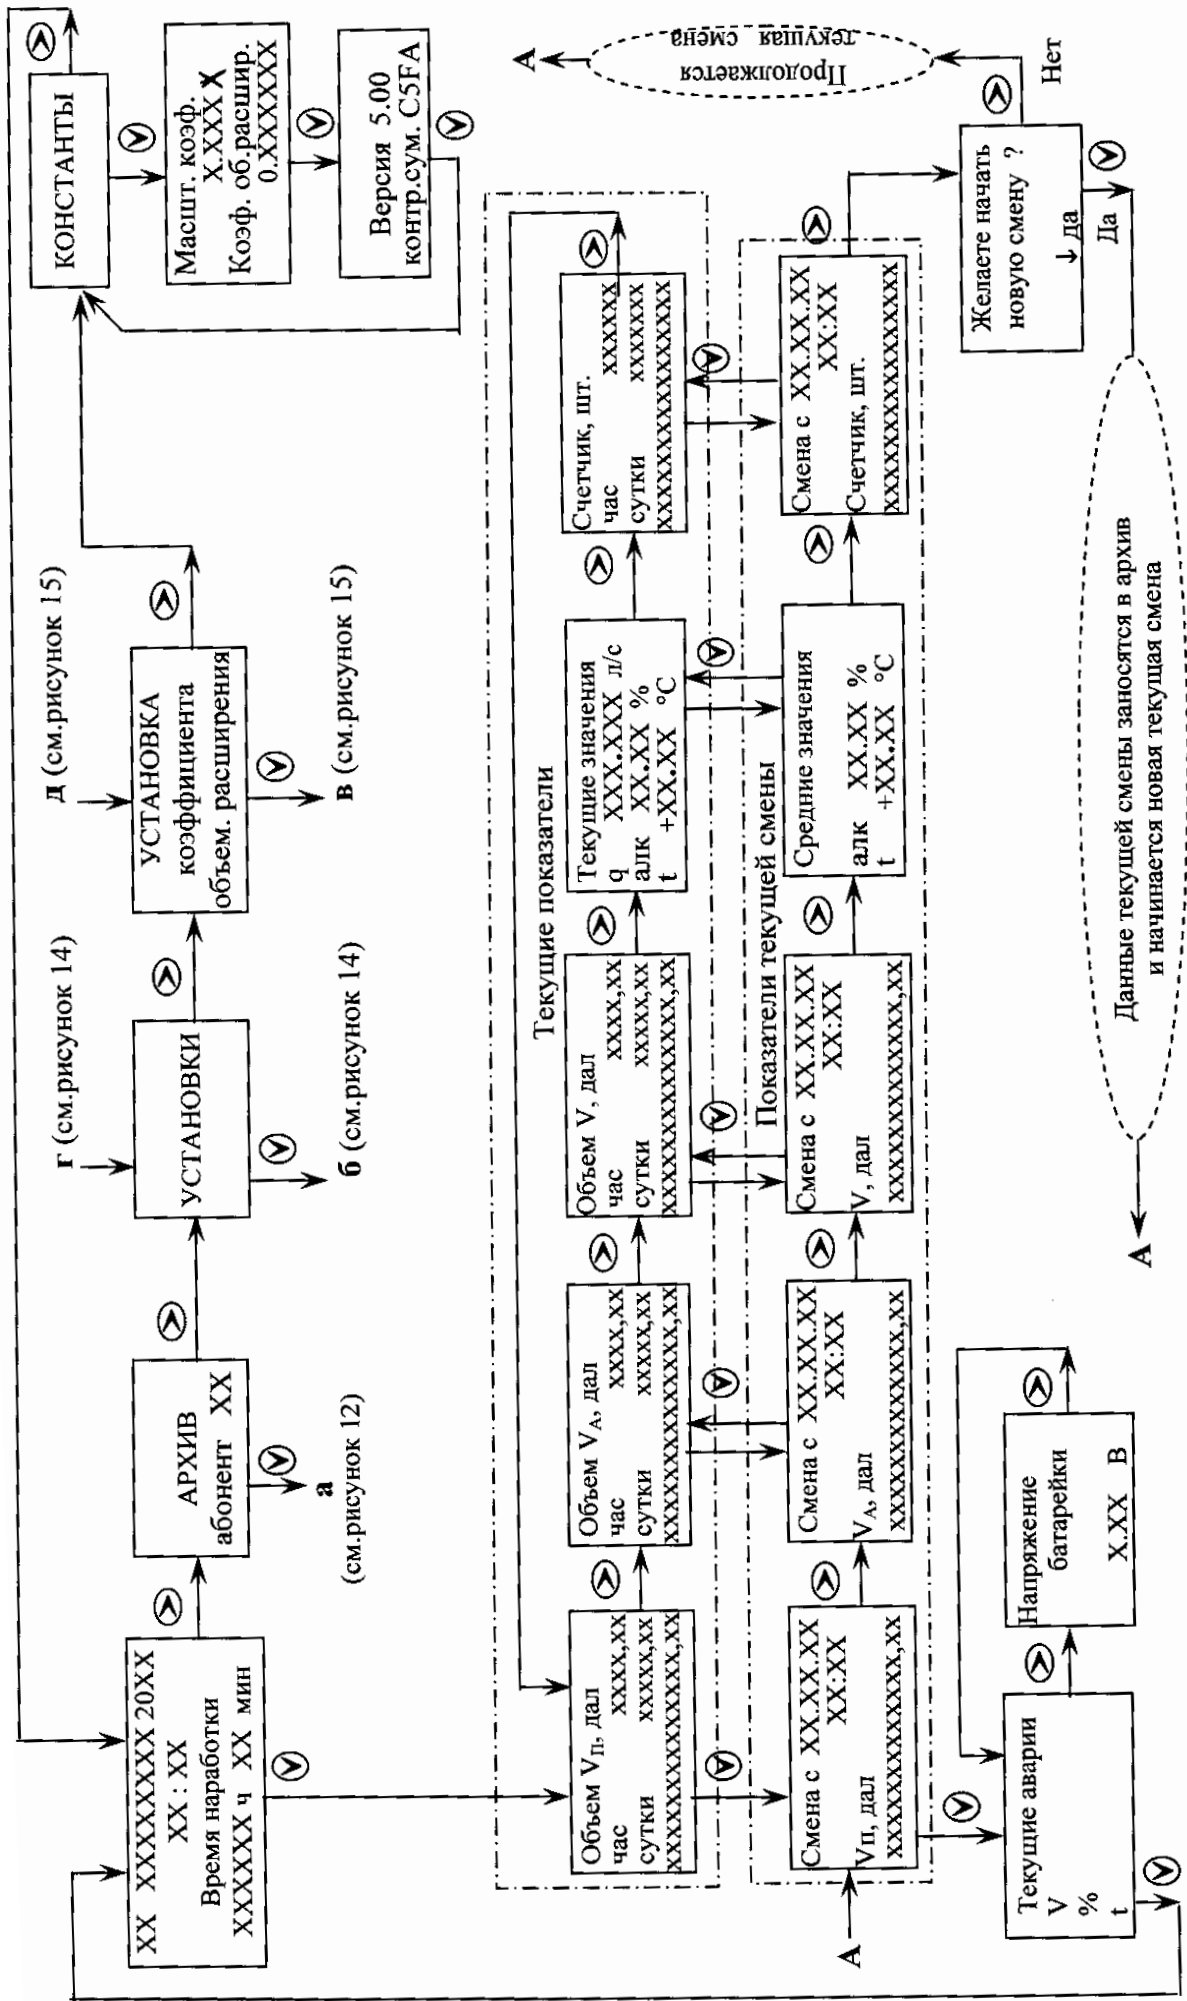

Рисунок 11 - Основное меню
В этом случае штуцер "Вход" спиртомера подсоединяют к крану К1 (см. рисунок 11) посредством трубопровода или шланга необходимой длины, не входящих в комплект поставки системы. Гибкую подводку бб не подсоединяют к выходному переходнику 1, кран К2 закрывают. Слив измеряемой среды из измерительного канала спиртомера проводят в емкость, объем которой определяют исходя из того, что расход измеряемой среды через спиртомер 15-20 л/ч.
2.2.2.5 Зайти в подменю "Константы" (см. рисунок 11): если продукция, параметры которой предстоит контролировать, имеет коэффициента объемного расширения, отличающийся от выведенного на индикатор СВ, то этот коэффициент следует изменить (см. указания п.п.2.2.4.1-2.2.4.7).
2.2.4.4 В **Основном меню** (см. рисунок 11) выводятся результаты измерений по состоянию на текущий момент, показатели текущей смены и коды нештатных ситуаций (аварий), диагностированных СВ.
2.2.4.5 В подменю "КОНСТАНТЫ" (см. рисунок 11) выводятся значения масштабирующего коэффициента, коэффициента объемного расширения измеряемой среды, записанные в память СВ, номер версии программы в СВ и контрольная сумма. Изменить в этом подменю ничего нельзя, оно информационное.
Архив за смену создается и уничтожается пользователем при просмотре показателей текущей смены (см. рисунок 11, область "показатели текущей смены"):